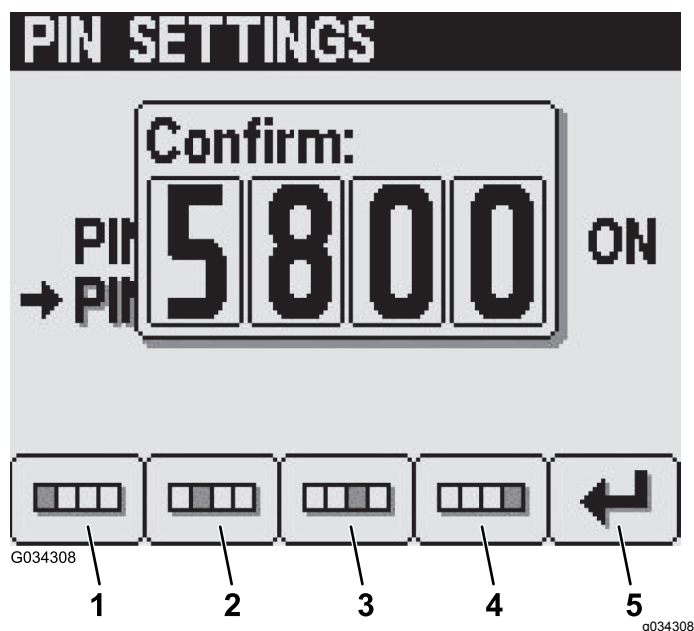

Figure 30
6. Confirmez le nouveau code PIN en utilisant les boutons 1 à 4 puis en appuyant sur le bouton 5 (Figure 30).
Remarque: Après confirmation des réglages du code PIN (Figure 30), l'écran Code PIN correct s'affiche pendant 5 secondes environ.